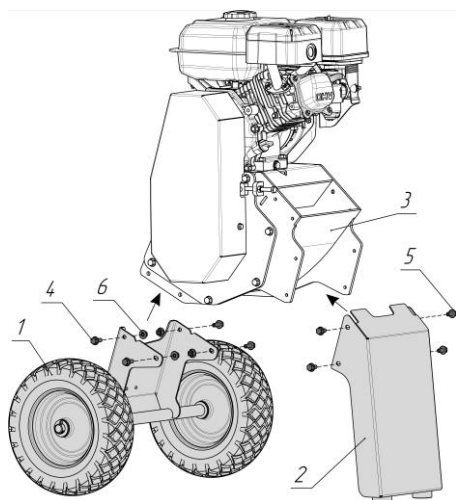

Рис. 6 Схема сборки измельчителя
4. Установите измельчитель на колёса и переднюю опору, как показано на Рис. 6. Для этого установите раму в сборе 1 так, чтобы отверстия на ней совпали с отверстиями на измельчителе. Затем в отверстия установите болты 4 и с внутренней стороны закрутите гайки 6 моментом 25 Н*м. Для установки передней опоры установите опору так, чтобы отверстия на ней совпали с отверстиями на измельчителе, затем закрутите болты 5 моментом 25 Н*м (в корпусе измельчителя нарезана резьба).